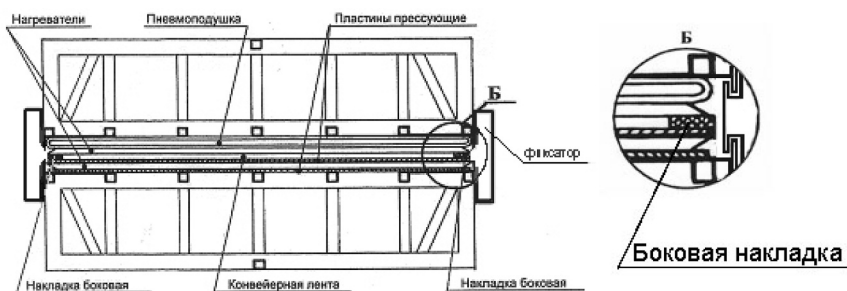

Рис. 22 Поперечное сечение вулканизаторов "ТПК 1000 – 1500" и "ТПК 1000 – 750" в сборе
• Уложить накладки на плиту вулканизатора, вплотную к бортам конвейерной ленты (см. Рис. 22).